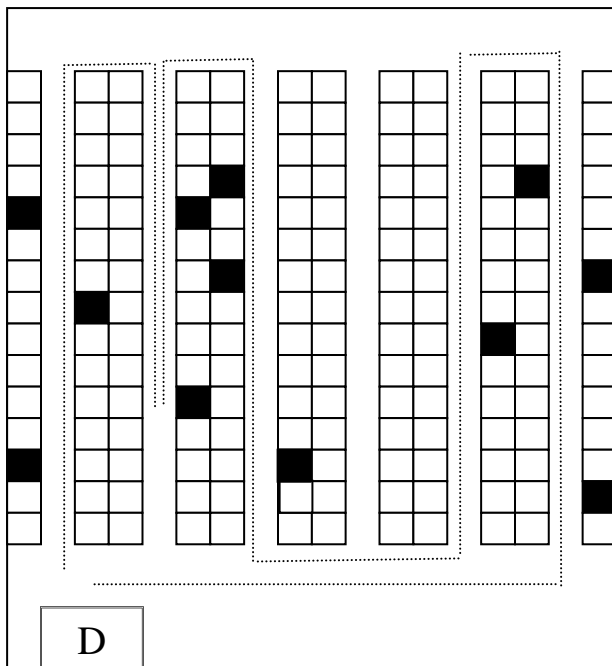

Bild 4
In Bild 4 sehen Sie eine “Gang-für-Gang”-Route für dieselbe 12-Artikel Bestellung. Für diese einzelne Bestellung ist mehr als eine “Gang-für-Gang”-Route möglich.
- Untersuchen Sie, welche “Gang-für-Gang”-Routen möglich sind für die Bestellung in Bild 4, und vergleichen Sie die Weglängen. Vergleichen Sie ebenfalls die Längen mit denjenigen aus Aufgabe 2 und Aufgabe 3.